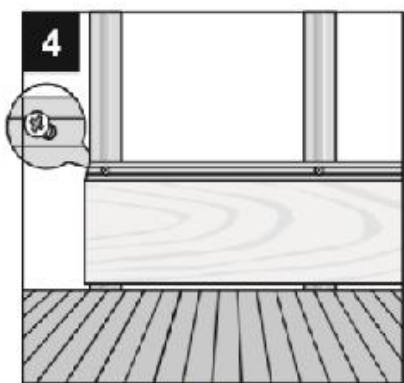

Рис.4
5.5. В отверстия закручивают саморезы, с небольшим люфтом для компенсации температурного расширения (рис. 4).